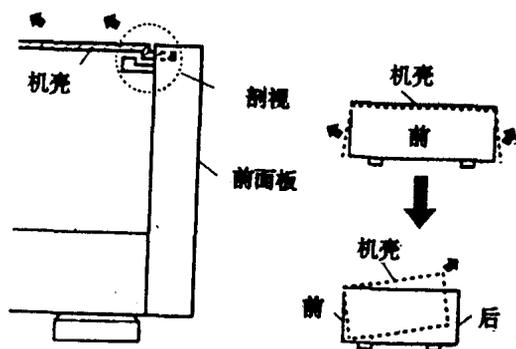

图 1-1-1
(1) 拆下机壳上的 6 只螺钉；
(2) 沿图 1-1-1 所示箭头方向拉起机壳。
注：为了拆卸方便，可将机壳两侧向外拉，然后斜着向后拉出；若用力拉起机壳的底部（用通常的拆卸方法），图 1-1-1 所示中的挂钩会钩住机壳，同时前面板的一侧挂钩还可能会变形。
(1) 打开托盘 I；
(2) 将扁改刀插入托盘左边的 I 槽，边推改刀，边拉出托盘 I（如图 1-1-1 所示）；